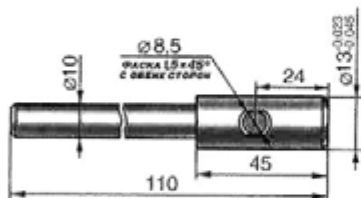
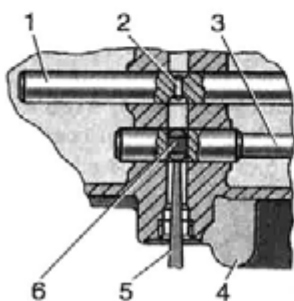

Рис. 5.22. Оправка для установки стопорного плунжера
Рис. 5.23. Установка стопорного плунжера:
• установить стопорный плунжер механизма блокировки между отверстиями штока включения 3-й и 4-й передач и штоком выключения 1-й и 2-й передач; для удобства целесообразно использовать оправку (рис. 5.22), последовательно вставляя ее в отверстия под шток 5-й передачи и заднего хода и в отверстие под шток 3-й и 4-й передач (рис. 5.23);
• установить стопорный плунжер механизма блокировки до упора в шток включения 3-й и 4-й передач; для удобства целесообразно использовать оправку (см. рис. 5.22);